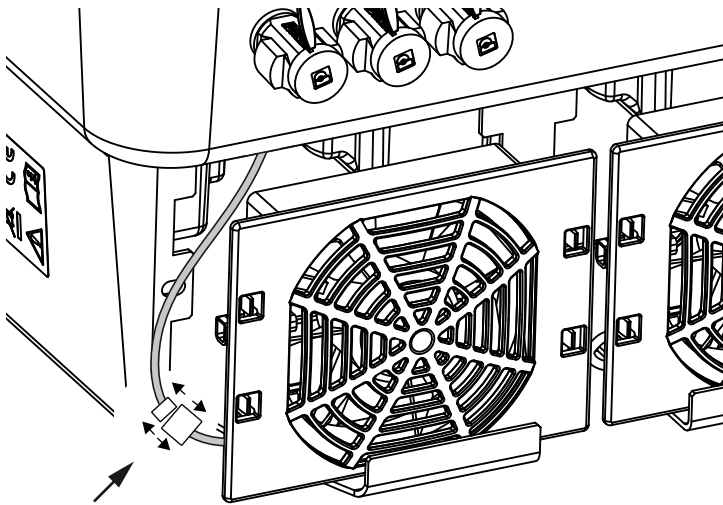

Bild 71: Dra loss fläktkabeln
4. Dra ut fläktenheten helt ur huset. Dra därtill loss fläktkabelns kontaktanslutning.  Bild 71